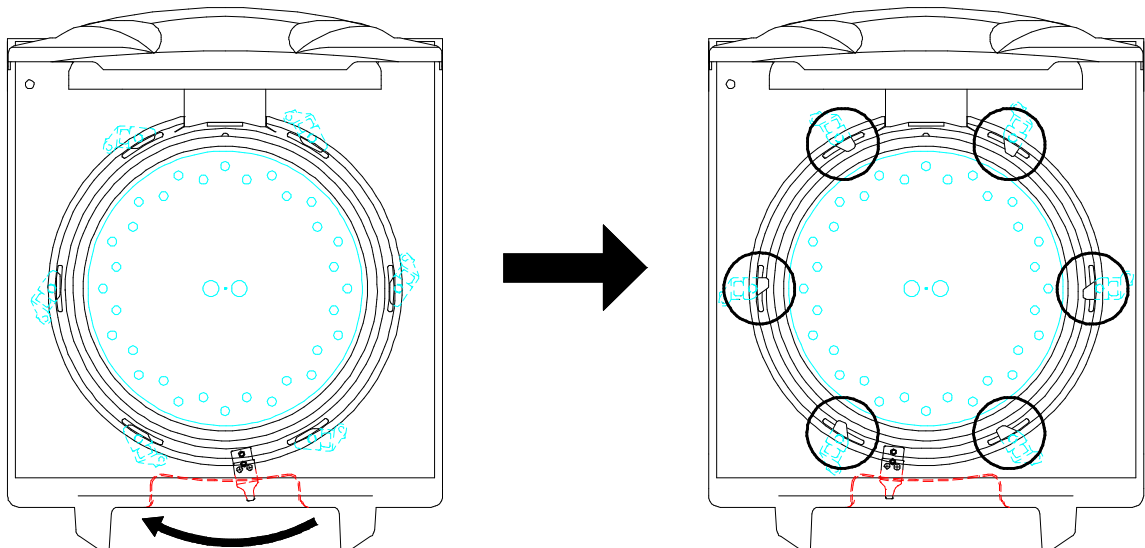

図1 CLS-40S/40M/40L クランプ 6個
2. 「閉」位置(左端)にフタロックレバーをゆっくりスライドさせたとき、全てのクランプが図1・2のようにロック位置に回転することを確認してください。クランプがロック位置にあれば、シリコン皿の穴からクランプが見えます。